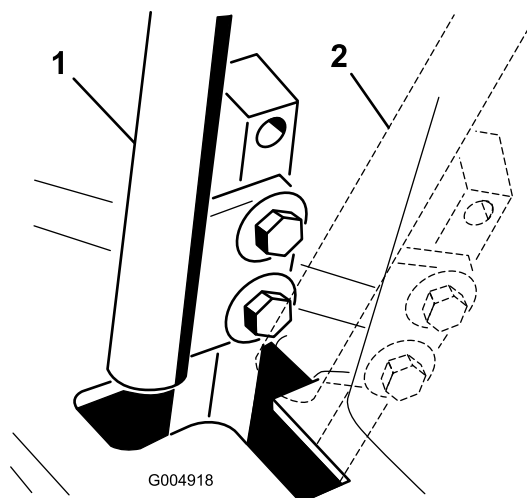

Figure 64
4. Placez un des leviers au point mort, **sans le verrouiller** (Figure 64).
6. Vérifiez la position du levier par rapport au cran de la console (Figure 64). Il doit être centré de façon à pouvoir pivoter vers l'extérieur jusqu'à la position de verrouillage du point mort.